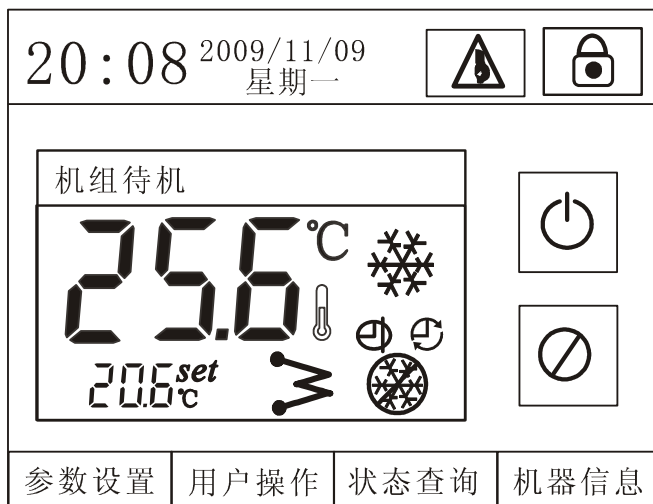

图 5
- 2、当显示器与 LY516A 发生通讯故障时，当前故障查询界面仅显示“DM-000 通讯故障”，如图 5 所示；